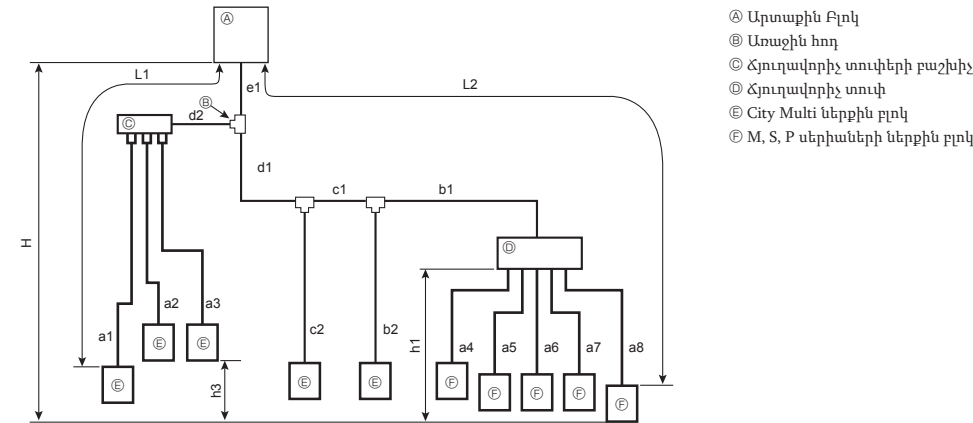

Fig. 4-5 (a)
4.1.3. Համակցված համակարգ (City Multi ներքին բլոկներ և M, S, P սերիաների ներքին բլոկներ (Հյուղավորիչ տուփով միացում)) (Fig. 4-5)